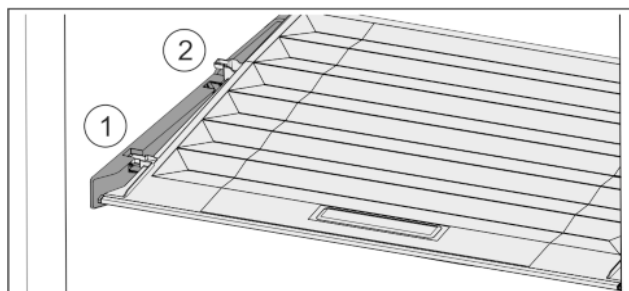

Fig. 32
- ▶ Trekk dekselet til åpningen i holdedelene fremover Fig. 32 (1).
- ▶ Løft ut nede bak og ta opp og ut Fig. 32 (2).